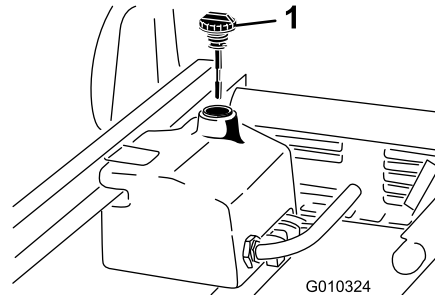

Bild 72
- Reinigen Sie den Bereich um den Füllstutzen und den Deckel des Hydraulikbehälters (Bild 72).
- Entfernen Sie den Peilstab (Bild 72) aus dem Füllstutzen und wischen ihn mit einem sauberen Lappen ab.